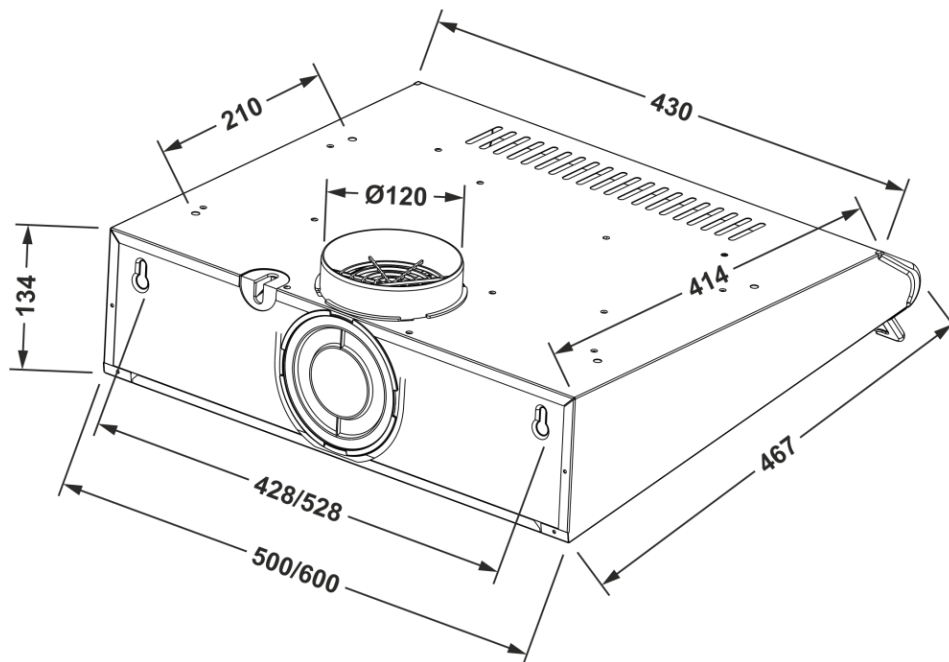

Рис.3
- для вытяжки «Вона Н 10 / 20» - 2 или 4 шурупами ПКГ 4 x 12 с шайбами 4, которые вкручиваются изнутри вытяжки в отверстия, расположенные на верхней плоскости корпуса (рис.3).
В режиме рециркуляции (рис.3) вытяжка не подключается к вентиляционной шахте кухни и воздуха проходит через установленные в вытяжке алюминиевые жировые фильтры и угольные запахопоглощающие фильтры (какие покупаются отдельно) и возвращается обратно в кухню через вентиляционные пазы С.